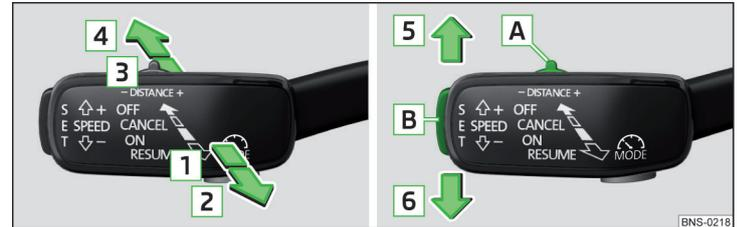

Abb. 292 Bedienungshebel
» Abb. 292
- Die Taste **SET** » Abb. 292 auf Seite 248 drücken.
- **oder:** Den Hebel in die gefederte Stellung **RESUME** » Abb. 292 auf Seite 248 einstellen.
- Den Hebel in die gefederte Stellung **CANCEL** » Abb. 292 auf Seite 248 einstellen.
Die gewünschte Geschwindigkeit wird mit dem Bedienungshebel eingestellt oder geändert » Abb. 292 auf Seite 248.
➤ Den Schalter **DISTANCE** in die gefederte Stellung – oder + einstellen » Abb. 292 auf Seite 248.
Ein Beschleunigungsvorgang kann jederzeit durch Betätigung des Bremspedals oder den Druckpunkt **CANCEL** am Bedienungshebel » Abb. 292 auf Seite 248 abgebrochen werden.